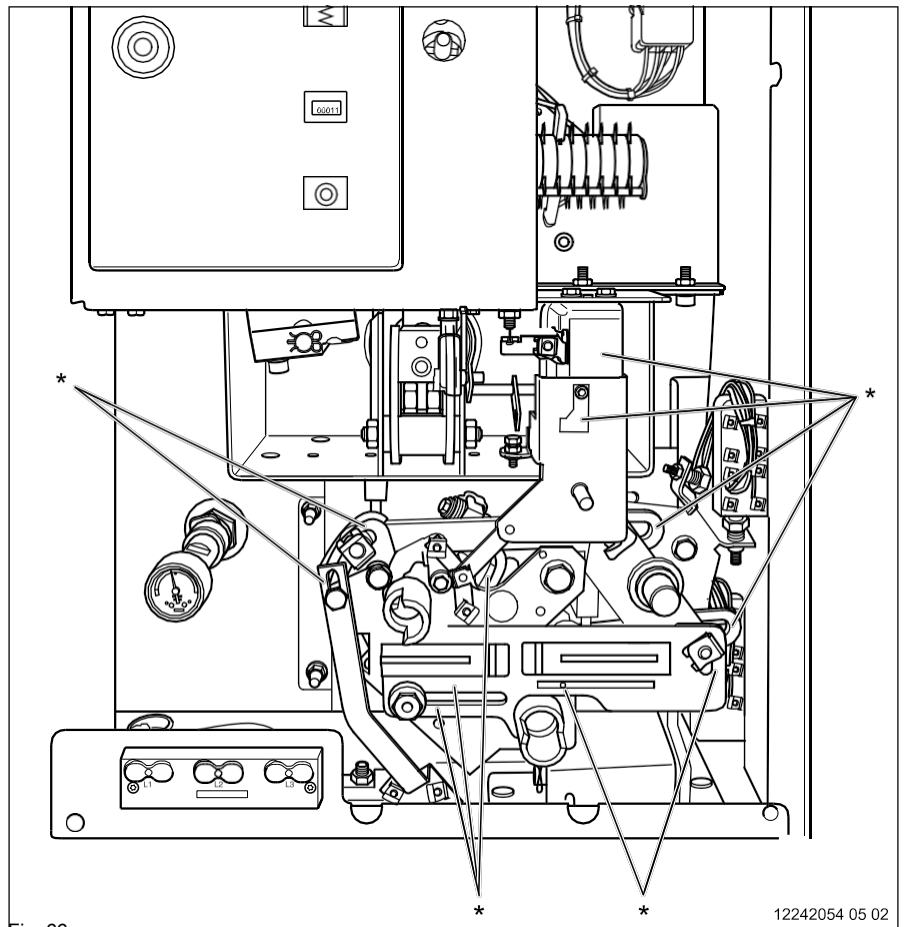

Fig. 66
- Verificați starea lubrifierii la punctele de rulment, suprafețele de alunecare etc. (vezi \* în Fig. 66).